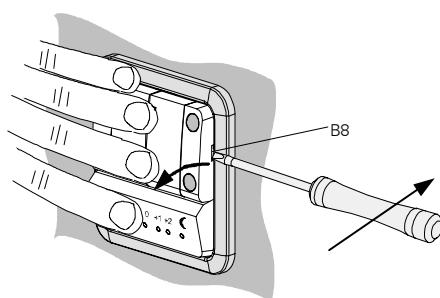

Bild 4: Herausdrücken der Tasterwippen
- Bei Verwendung der Befestigungsschrauben (B6) zuerst die Tasterwippen (B5) gemeinsam herausdrücken. Schraubendreher zwischen den Rahmen in die Aussparung (B8) in der Tasterwippe (B5) stecken und die Tasterwippen herausheben (Bild 4).